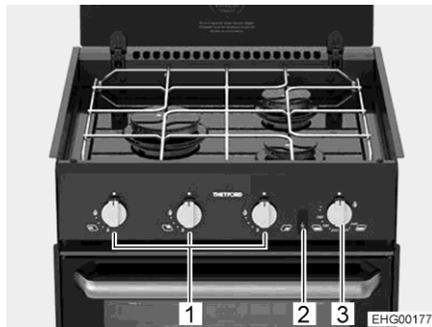
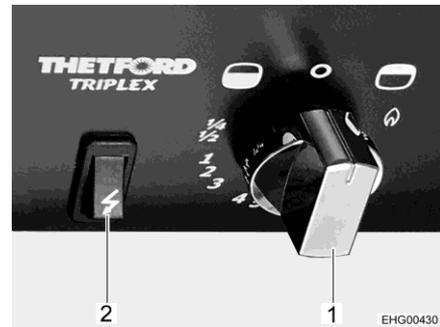

Fig. 230 Fornello con piastre di cottura a gas
Fig. 231 Elementi di comando (forno a gas con grill)
- Premere il pomello girevole (Fig. 230,1) dell'impianto a fiamma libera desiderato, ruotarlo sulla posizione di accensione (fiamma alta) e tenerlo premuto finché la fiamma brucia (al massimo per 15 secondi).
- Premere il pomello girevole (Fig. 230,3 e Fig. 231,1) e ruotarlo in senso antiorario fino a raggiungere la posizione massima consentita (in direzione del simbolo del forno "🔥").
- Premere il pomello girevole (Fig. 230,3 e Fig. 231,1) e tenerlo premuto per 5-10 secondi. Il gas fluisce verso il bruciatore.
- Premere l'interruttore di accensione (Fig. 230,2 e Fig. 231,2) finché la fiamma brucia.
- Premere il pomello girevole (Fig. 230,3 e Fig. 231,1) e ruotarlo in senso orario (in direzione del simbolo del grill "🔥") e posizionarlo sul simbolo della fiamma).
- Ruotare il pomello girevole (Fig. 231,1) su "O". La fiamma si spegne.